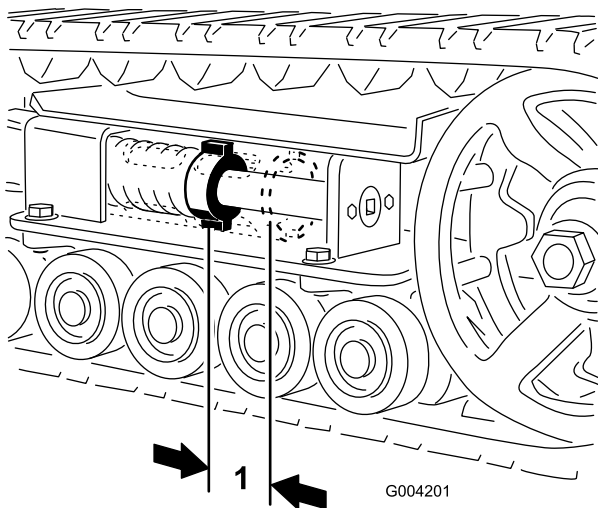

Figura 46
Debería haber 7 cm ($2\frac{3}{4}$ ") entre la tuerca tensora y la parte trasera del tubo tensor (Figura 46). Si no es así, ajuste la tensión de las orugas usando el procedimiento siguiente:
4. Con una llave de vaso de $\frac{1}{2}$ " , gire el tornillo tensor en el sentido contrario a las agujas del reloj hasta que la distancia entre la tuerca tensora y la parte trasera del tubo tensor (Figura 46) sea de 7 cm ($2\frac{3}{4}$ ").
11. Gire el tornillo tensor en el sentido contrario a las agujas del reloj hasta que la distancia entre la tuerca tensora y la parte trasera del tubo tensor (Figura 46) sea de 7 cm (2 3/4").